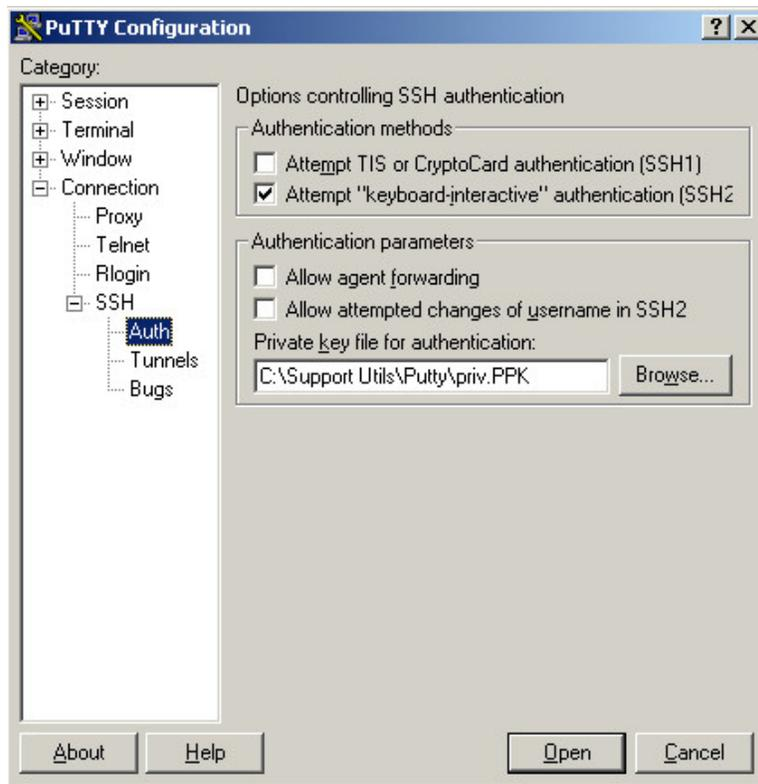

図 27. 「PuTTY の構成」パネル - SSH 認証
6. 「**認証 (Auth)**」をクリックします。「SSH 認証を制御するオプション (Options controlling SSH authentication)」パネルが表示されます。18 ページの図 27 を参照してください。